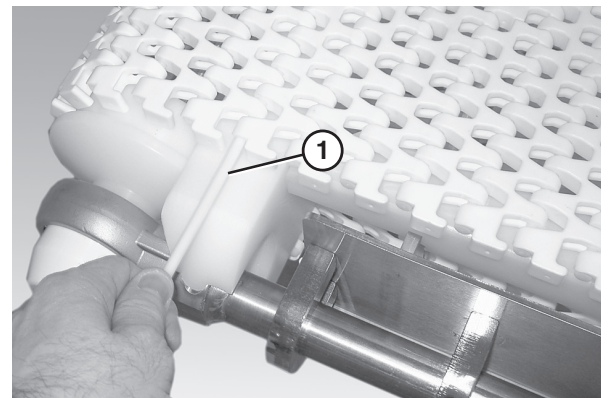

Abbildung 20
4. Stecken Sie den Fördergurtverbindungsstift hinein (Abbildung 20, item 1).